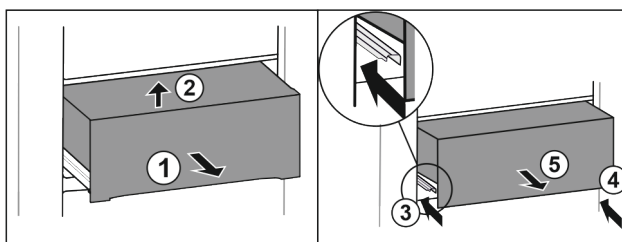

Fig. 30*
- ▶ Wyciągnąć szufladę do połowy Fig. 30 (1).*
- ▶ Unieść z przodu Fig. 30 (2).*
- ▶ Wsunąć lewą szynę Fig. 30 (3).*
- ▶ Wsunąć prawą szynę Fig. 30 (4).*
- ▶ Wyjąć szufladę do przodu Fig. 30 (5).*